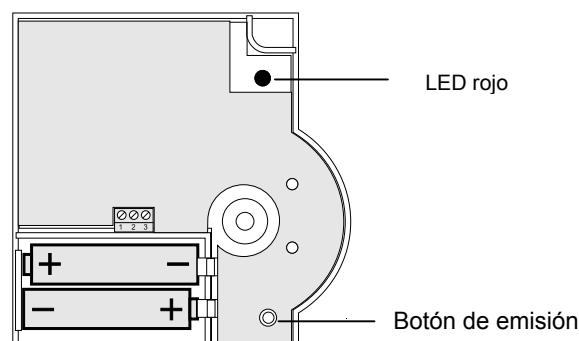

Figura 2: Polaridad de las pilas y el botón de emisión
- Ponga las pilas Mignon incluidas con la polaridad correcta (véase Figura 2). Si en el HCW 82/HCF 82 el LED rojo parpadea, deberán sustituirse las pilas (véase "Cambio de pilas", página 22).
- Active la sincronización durante 4 min, pulsando el botón de emisión del sensor de temperatura ambiente (véase Figura 2, botón de emisión).